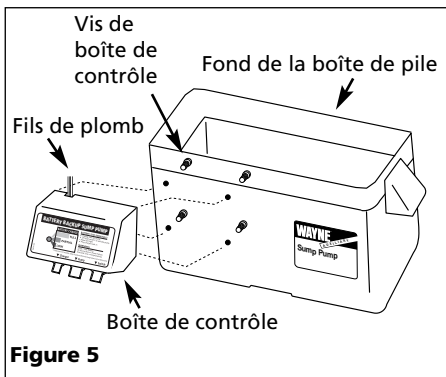

Figure 5
- Fixer la boîte de contrôle au côté de la boîte de batterie tel qu'indiqué dans la Figure 5. Placer la batterie dans la boîte, brancher le câble